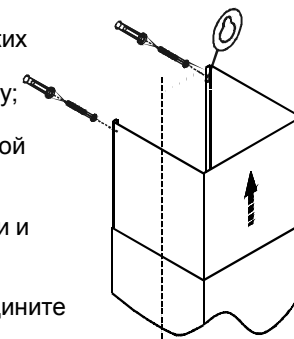

РИС. 4
- ### 6.2 Крепление верхней фальштрубы (рис. 4):